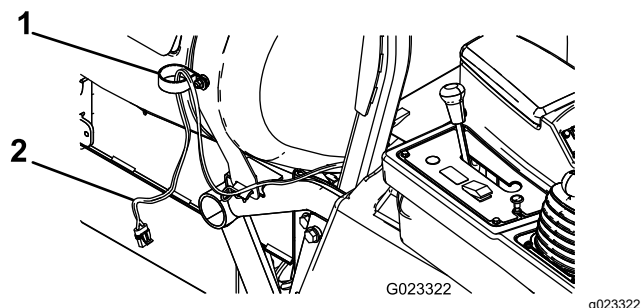

图 2
4. 使用凸缘螺母 3/8 英寸将小 R 形夹固定到托架螺栓上如图 2 所示。
5. 将线束的软管卷端穿过 R 形夹如图 2 所示。